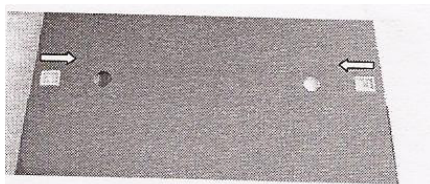

Figura 1
1. Accionando el cierre hacia el interior, como se indica en la figura 1, abra la tapa.